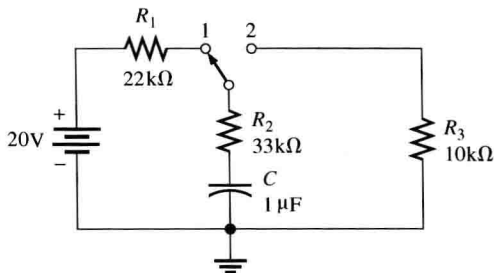

图 9-73
45. (a) 在图 9-73 中, 开关拨向位置 1 时电容未充电, 开关在位置 1 保持 10ms , 然后拨向位置 2 并一直保持, 试画出电容电压的完整波形。